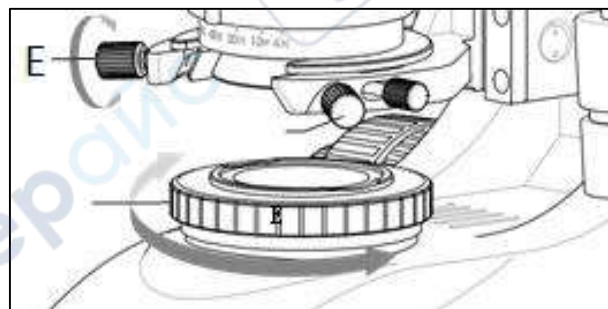
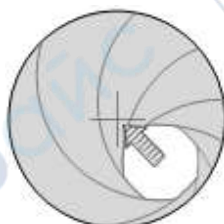
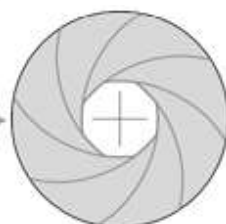

Рис. 26
Рис. 27
Рис. 28
- 1) Поворотом обоймы, установите 10-кратный объектив на траектории света и поверните регулировку диафрагмы (F) против часовой стрелки, чтобы закрыть её (рис. 26).
3) Поворачивайте ручку центрирования полевой диафрагмы (**E**) (рис. 26) до тех пор, пока изображение не переместится в центр поля (рис. 27, рис. 28).